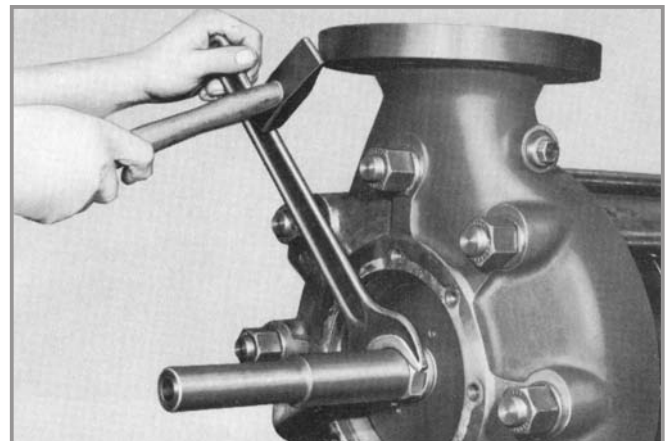

Fig. 39 - Afrouxamento da luva protetora do eixo
15. Afrouxar a luva protetora do eixo (524.2) e extraí-la juntamente com o o'ring (412.4) (vide Fig. 39).